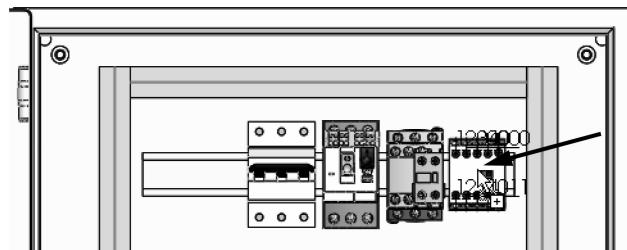

图 13-2 替换设备
**步骤3 替换设备 单击要替换的设备，如图 13-2 所示。该设备保留了一个横移的自由度，可以在导轨上自由地移动。**